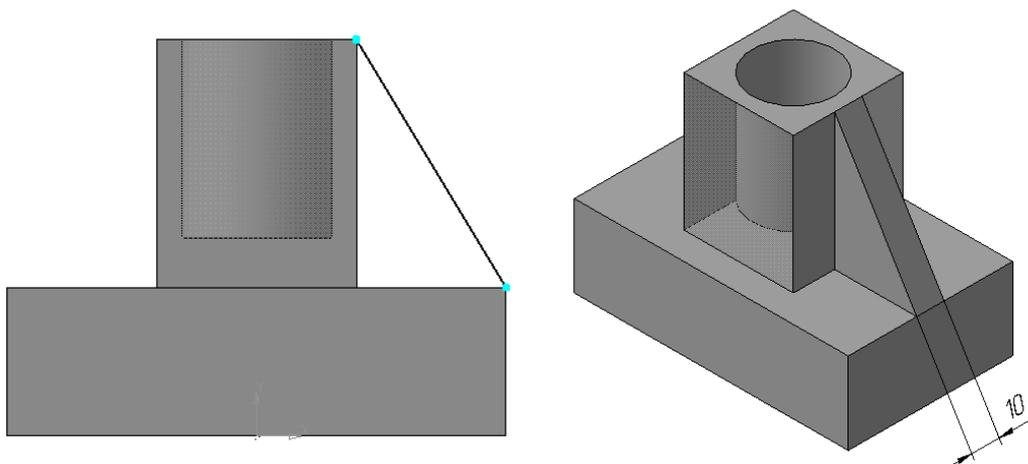

Рисунок 35.
5. Для построения ребер жесткости выбираем в дереве модели плоскость **XУ**. Построение выполняется поочередно. Построим  **Эскиз** (тип линии – *основная*) (рисунок 35).